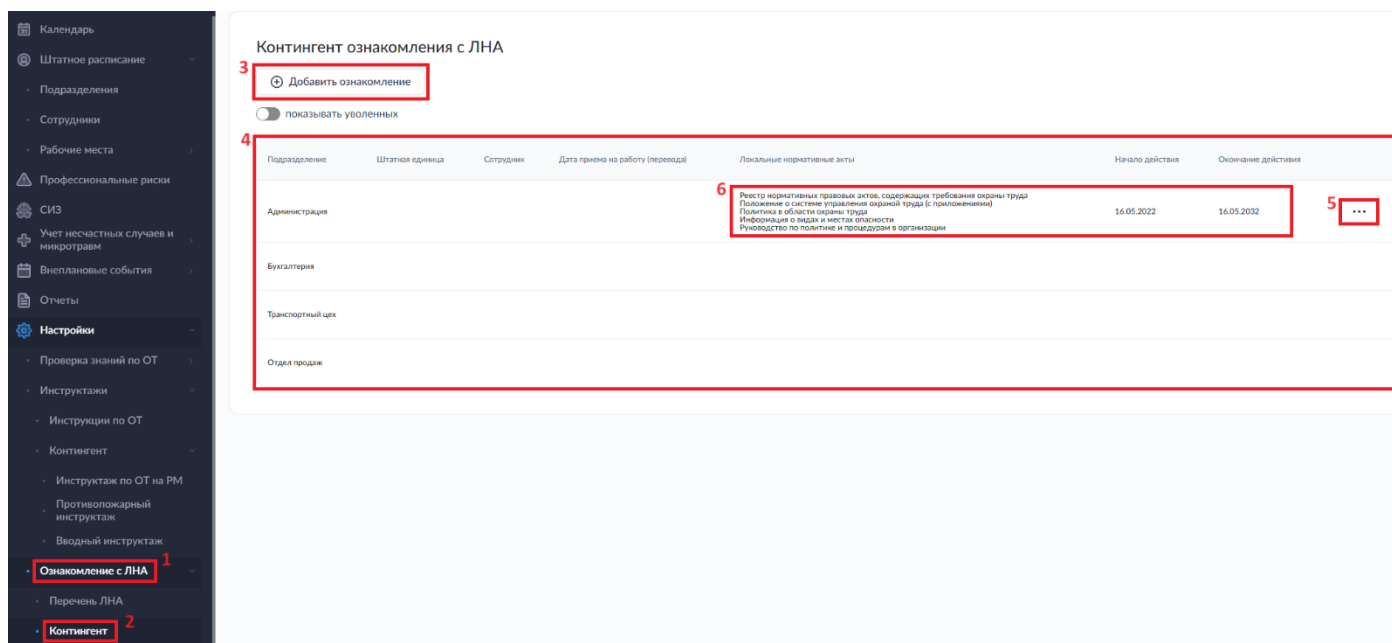

Рисунок 75. Раздел «Настройки». Подраздел «Ознакомление с ЛНА. Контингент»
Настройка правил ознакомления с локальными и другими нормативными актами в области охраны труда проводится в подразделе «Контингент» (2) раздела (1) «Ознакомление с ЛНА» настроек (рис. 75). Для того, чтобы внести в систему информацию о ЛНА необходимо нажать на кнопку «Добавить ознакомление» (3).